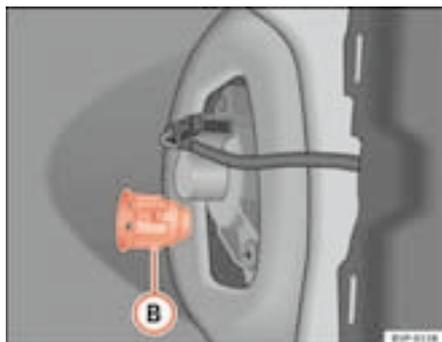

Fig. 186 Luz de población/freno
- Desenrosque la pieza de plástico ⇒ fig. 186 (B) que fija el piloto. Para iniciar el giro le puede ser de ayuda, insertar el destornillador en dicha pieza.